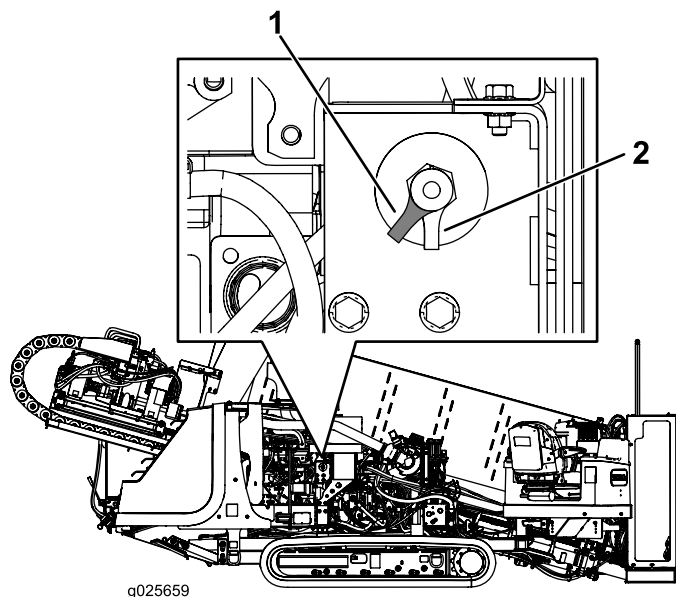

Рисунок 23
- Чтобы подать электропитание на машину, поверните ВЫКЛЮЧАТЕЛЬ АККУМУЛЯТОРНОЙ БАТАРЕИ по часовой стрелке в положение ON (Вкл.) (Рисунок 23).
- Чтобы отключить электропитание от машины, поверните ВЫКЛЮЧАТЕЛЬ АККУМУЛЯТОРНОЙ БАТАРЕИ против часовой стрелки в положение OFF (Выкл.) (Рисунок 23).